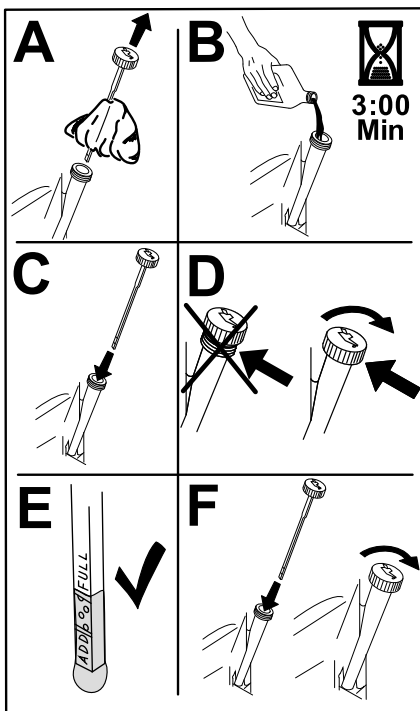

Bild 47
5. Gießen Sie langsam ungefähr 80 % der angegebenen Ölart in den Einfüllstutzen und füllen Sie dann vorsichtig mehr Öl ein, um den Ölstand an die Voll-Markierung zu bringen (Bild 47).